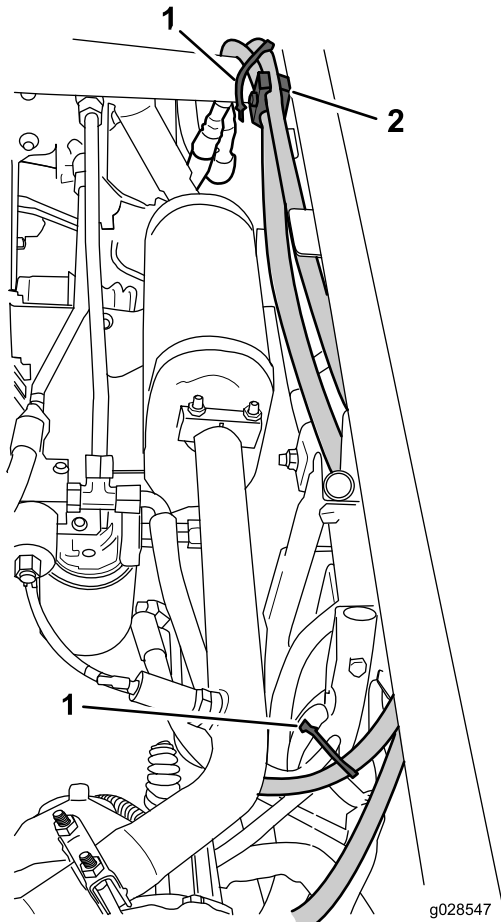

Figure 10
2. Branchez un raccord rapide mâle sur l'extrémité femelle du flexible hydraulique de la vanne de levage de rampe (Figure 10).
4. Fixez les flexibles avec 2 serre-câbles, un collier de tube et un boulon aux emplacements indiqués à la Figure 10.